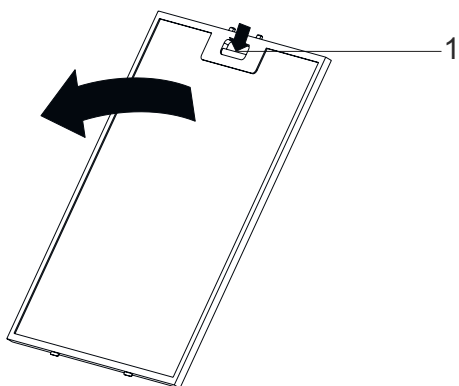

Fig. 7
- Premir o separador do filtro de alumínio (1) e puxar o filtro de alumínio na direção da seta (Fig. 7).